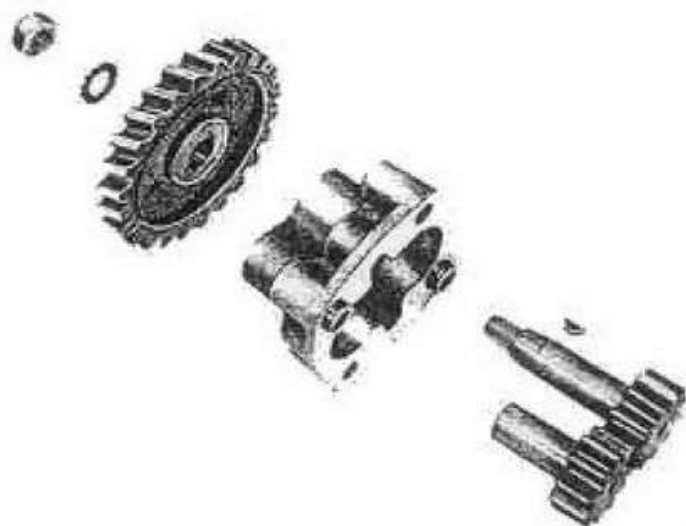

Fig. 64
**POMPA OLIO DI MANDATA (vedere fig. 64)**